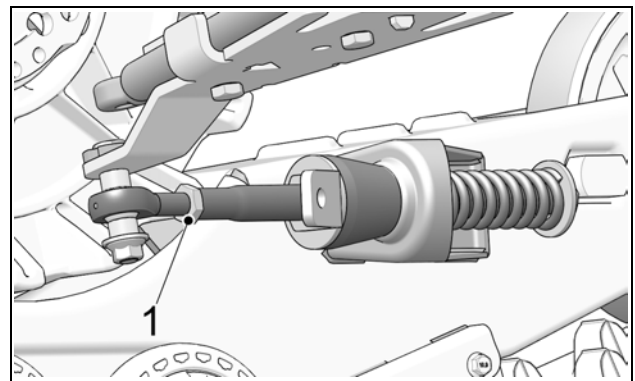

Figure 7
- Une fois le réglage atteint, resserrer le contre-écrou (1) à 40 N•m [30 lb•pi]. Voir la Figure 7.